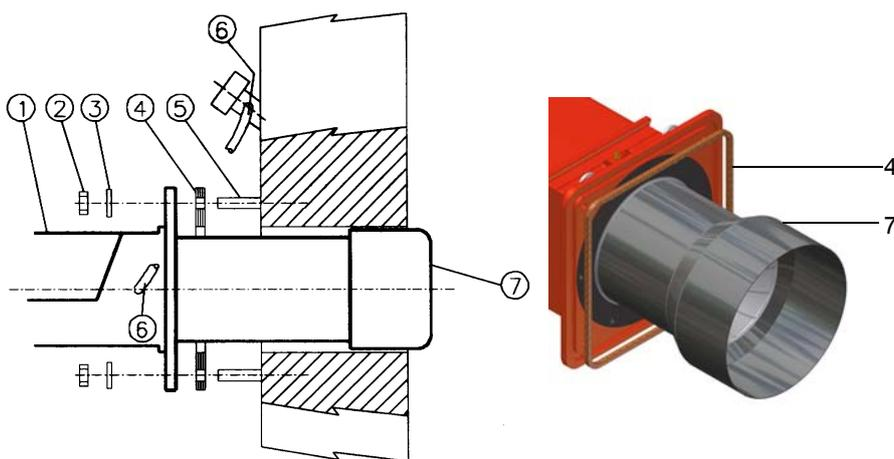

Рис. 5
- 2). завинтить (5) крепежных винта, в соответствии с шаблоном для просверливания отверстий, описанного в параграфе “Габаритные размеры” ;
- 8) закрепить с помощью гаек винты котла согласно схеме данной на Рис. 5.